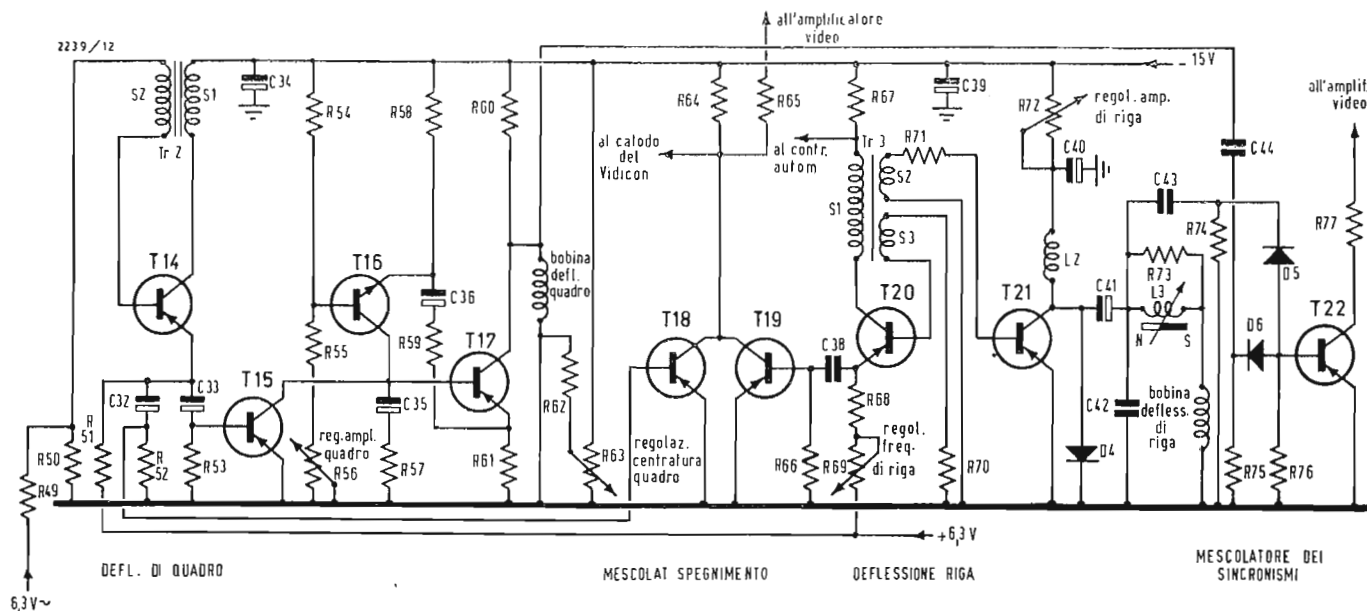

Fig. 2 - Schema elettrico della base dei tempi di riga e di quadro.
- b) *Unità N. 2* (fig. 2) comprendente la deflessione di riga e di quadro, il me-
In fig. 2 è riportato lo schema elettrico dei circuiti che producono le correnti di deflessione di riga e di quadro. Questa unità comprende inoltre i circuiti che producono gli impulsi composti di riga e di quadro per lo « spegnimento » del vidicon durante i rispettivi tempi di ritorno, e i circuiti che producono gli